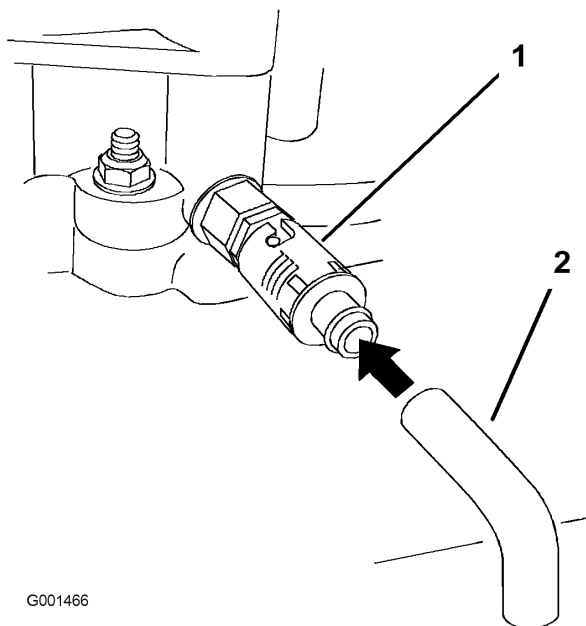

Figura 21
- Coloque un recipiente debajo del tubo de vaciado. Gire la válvula de vaciado para que se drene el aceite (Figura 21).
- Retire el tubo de vaciado (Figura 21).